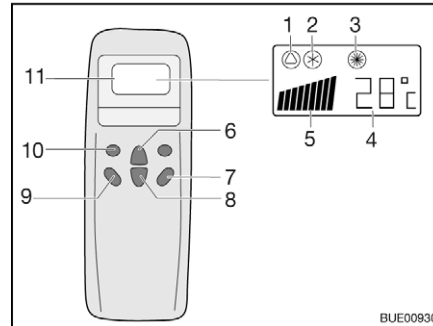
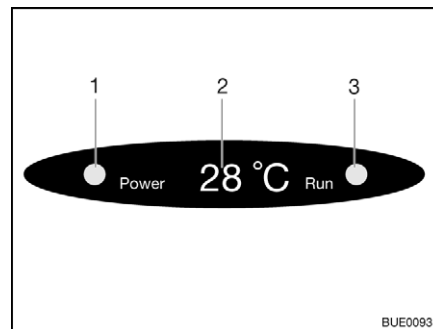

Fig. 182 Télécommande
Fig. 183 Affichage sur le diffuseur
- Appuyer sur la touche "ON/OFF" (Fig. 182,7).
- Appuyer sur la touche "Mode" (Fig. 182,10) autant de fois que nécessaire pour que le mode de fonctionnement souhaité (Fig. 182, 1, 2 ou 3) s'affiche à l'écran. Le voyant de contrôle correspondant s'allume sur l'écran du diffuseur (Fig. 183,3).
- Régler la température souhaitée avec les touches d'augmentation de la température (Fig. 182,6) ou de diminution de la température (Fig. 182,8).
- Sélectionner le niveau de ventilation souhaité à l'aide de la touche de vitesse du ventilateur (Fig. 182,9).